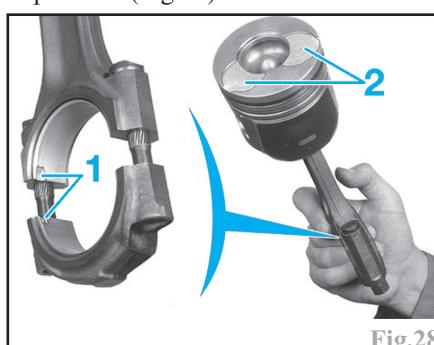

Fig.28
Déposer et désassembler chaque ensemble bielle-piston, et les ranger sans les dépareiller (Fig.28).
Monter dans les bielles et leur chapeau des coussinets huilés, suivant la classe déterminée pour chaque maneton (ergot du coussinet positionné dans l'évidement de la tête de bielle ou du chapeau) (1) (Fig.28).